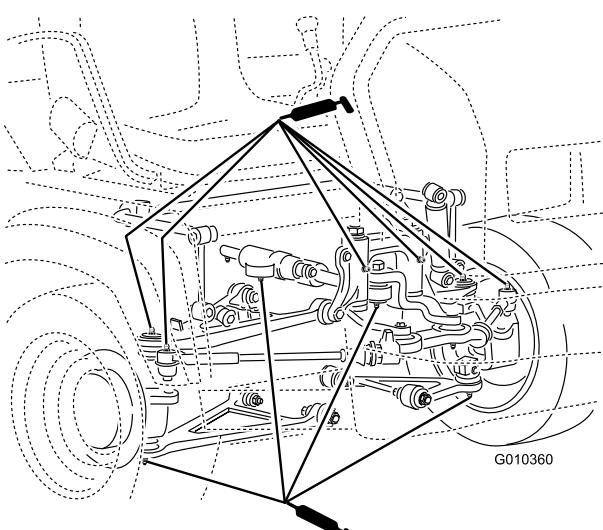

Figura 40
- Giunti a sfera (4), tiranti (2), punti di montaggio di perni (2) e cilindro di sterzatura (2) (Figura 40)